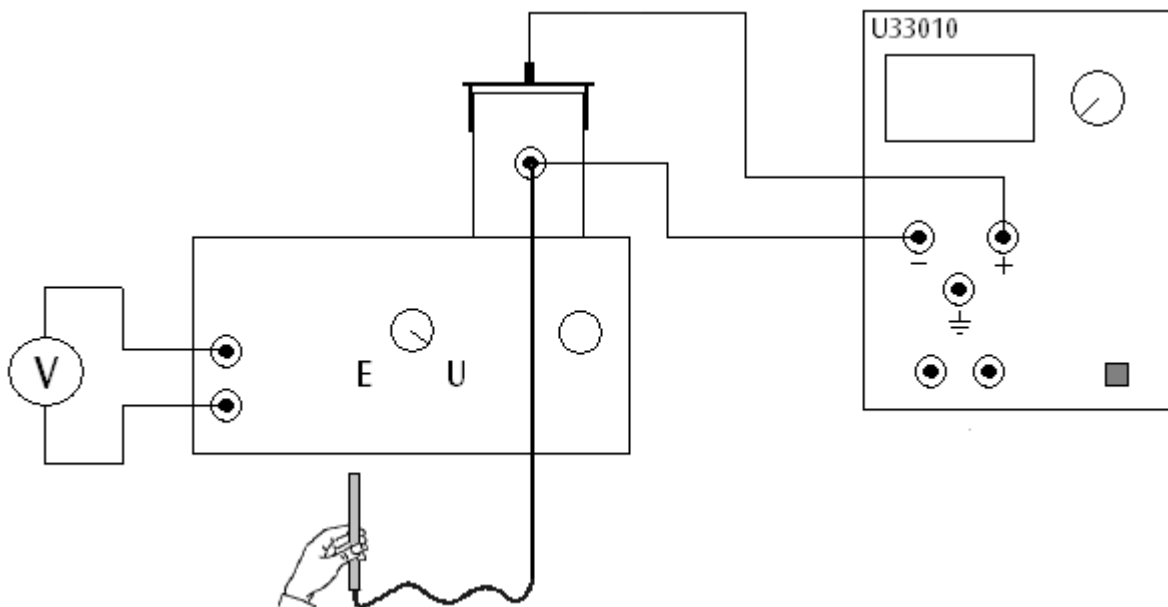

Fig. 3 Medición de tensión con el electrómetro de influencia
- Se realiza en montaje de experimentación de acuerdo con la Fig. 3